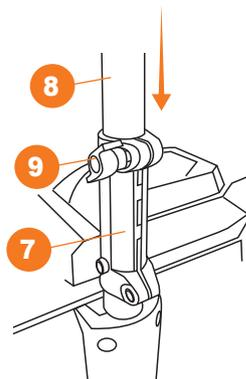

Рис. 5
- Ослабьте крепление штанги **7** на корпусе снегоуборщика (Рис. 5).